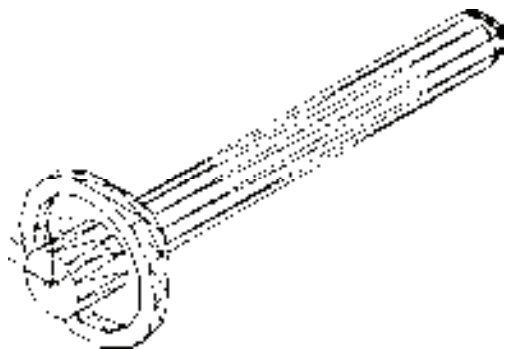

图 10-60 消隐结果
① 单击“视图”工具栏中的“西南等轴测”按钮，切换三维视图。
② 单击“渲染”工具栏中的“隐藏”按钮，消隐结果如图 10-60 所示。